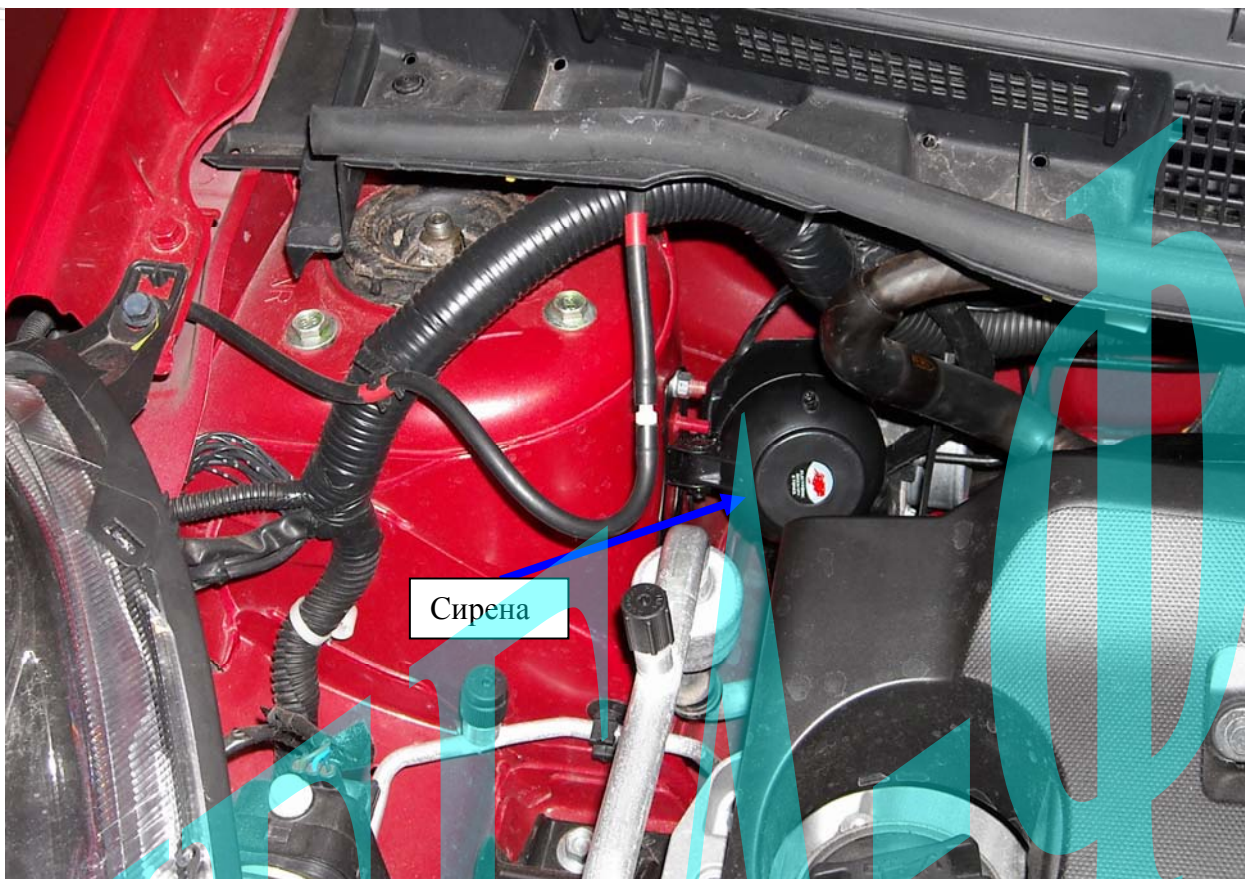

Рис. 8: Возможное место установки сирены.
Для подключения сирены необходимо также провести в моторный отсек коричневый провод разъема CN1 системы Scher-Khan Magicar 6 (B) и соединить его с красным проводом сирены. Черный провод сирены качественно соединить с «массой» автомобиля. Сирену располагать рупором вниз или в сторону. Возможное место установки сирены указано на рис. 8.